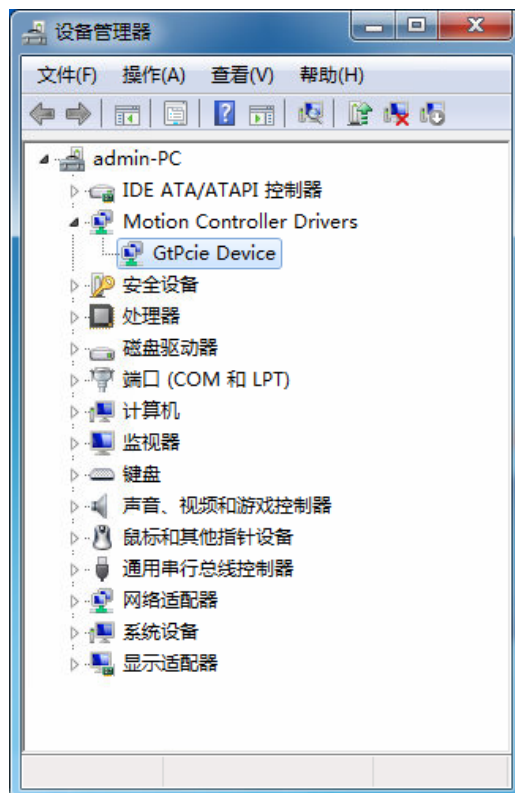

图 2-7 控制器驱动程序成功安装界面
(7) 安装成功后，打开设备管理器，可以看到驱动已经安装成功，如图 2-7 所示。
(9) 直至显示图 2-7 所示驱动成功安装界面，方可进行下一步。